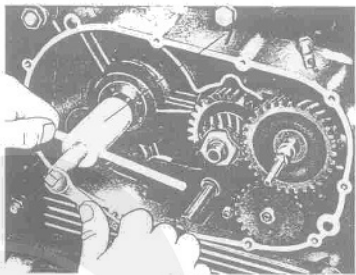

Fig. 76.
- sull'albero primario l'anello interno del cuscinetto a rullini adoperando apposito attrezzo n° 10906300 (7 di fig. 76);